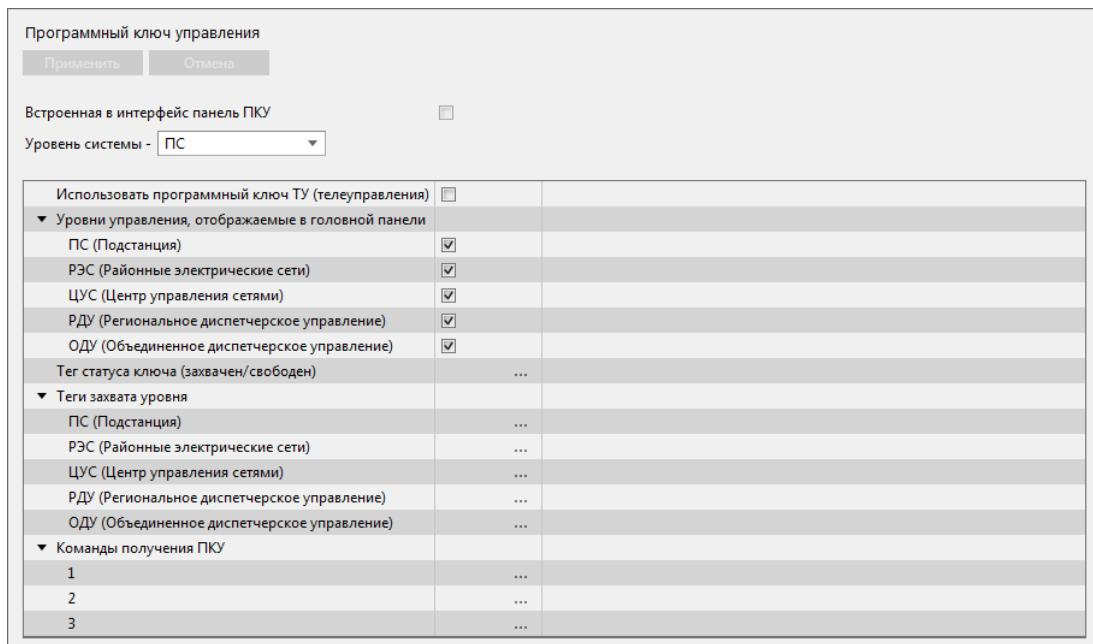

Рисунок 130 - ПКУ
2. Конфигурирование ключа ПКУ в Redkit Configurator (Рисунок 130).